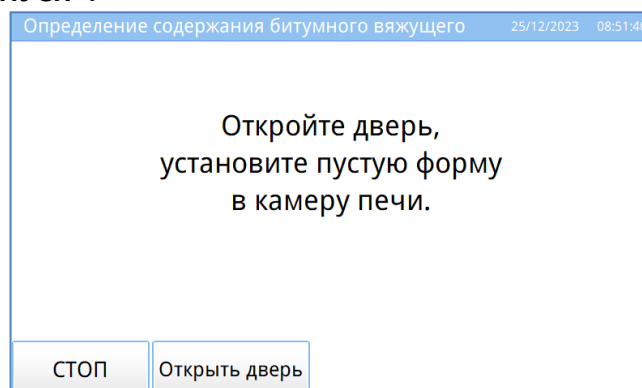

Рисунок 6 – Установка пустой формы в камеру печи
4.5.4 Если дверь печи закрыта, нажать кнопку **«Открыть дверь»** для её разблокировки, открыть дверь. Установить пустую форму в камеру (см. рисунок 6).